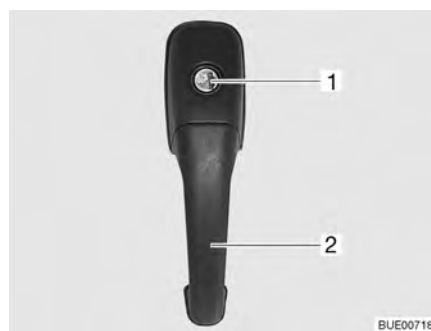

Fig. 24 Serrure de la porte cellule, à l'extérieur
- Insérer la clé dans le barillet (Fig. 24,1) et la tourner jusqu'à ce que la serrure de la porte soit déverrouillée.
- Tirer sur la poignée de la porte (Fig. 24,2). La porte est ouverte.
- Insérer la clé dans le barillet (Fig. 24,1) et la tourner jusqu'à ce que la serrure de la porte soit verrouillée.